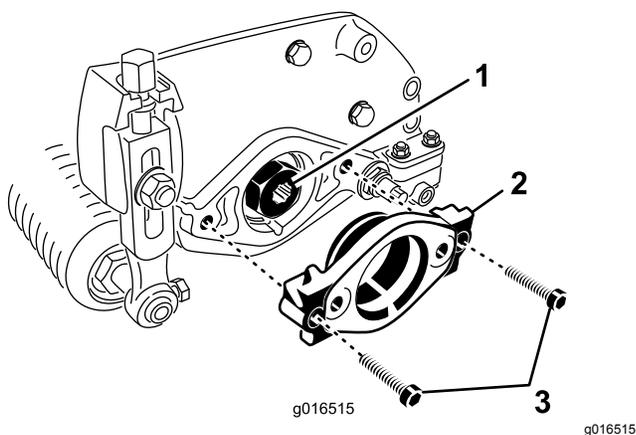

Рисунок 8
2. Отверните 2 болта с шестигранным углублением, которые крепят монтажную опору двигателя с левой стороны режущего блока. Снимите монтажную опору двигателя (Рисунок 8).
3. Нанесите консистентную смазку по внутреннему диаметру шлицевого соединения (Рисунок 8).
4. С левой стороны режущего блока нанесите тонкий слой масла на уплотнительное кольцо и установите монтажную опору двигателя с помощью 2 болтов с шестигранным углублением, снятых ранее (Рисунок 8). Затяните болты с моментом от 16 до 20 Н·м.